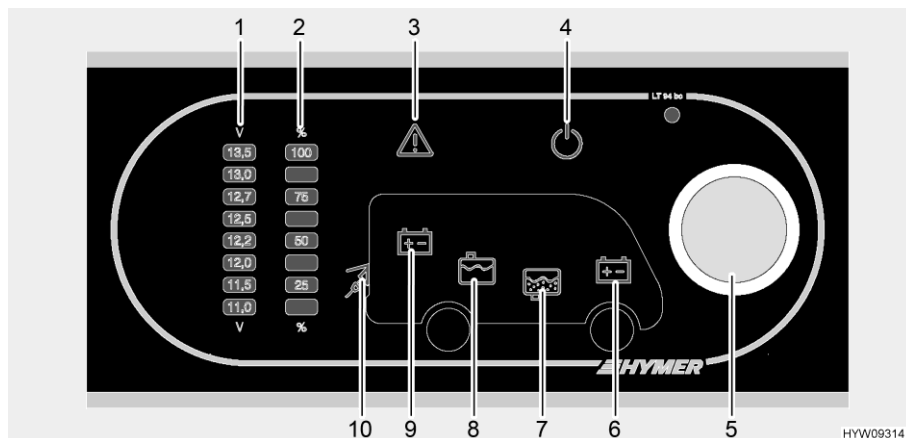

Bild 96 Panel (LT 94)
Med vridknappen (Bild 96,5) kopplas panelen och bodelens 12 V-försörjning till eller från.
- Slå på:** ■ Tryck på vridknappen (Bild 96,5): 12 V-försörjningen för bodelen är påslagen. 12 V-kontrolllampan (Bild 96,4) lyser.
- Slå från:** ■ Tryck på vridknappen (Bild 96,5): 12 V-försörjningen för bodelen är avstängd. 12 V-kontrolllampan (Bild 96,4) slocknar.
Med vridknappen (Bild 96,5) kan både spänningen av bodelsbatteriet och spänningen av startbatteriet avläsas. Spänningen visas på visarskalan för batterispänning (Bild 96,1).
- Vrid vridknappen (Bild 96,5) tills symbolen av batteriet som ska avläsas lyser.
Bodelsbatteriets spänning visas (Bild 96,9)
Startbatteriets spänning visas (Bild 96,6)
- Spänningen avläses på visarskalan batterispänning (Bild 96,1).
Med hjälp av vridknappen (Bild 96,5) kan såväl nivån i vattentanken som i avloppstanken avläsas. Nivån visas på visarskalan för tanknivån (Bild 96,2).
- Vrid vridknappen (Bild 96,5) tills symbolen av tanken vars nivå ska avläsas lyser.
Vattentankens nivå visas (Bild 96,8)
Avloppstankens nivå visas (Bild 96,7)
- Nivån visas på visarskalan för tanknivån (Bild 96,2).
Varningslampan alarm (Bild 96,3) blinkar, så snart som definierade gränsvärden överskrids eller underskrids.
Varningslampan alarm (Bild 96,3) blinkar, batteriets spänning är under 11 V. Om 12 V-försörjningen är påkopplad, lyser dessutom resp. batterisymbol upp (Bild 96,6 eller 9), och displayen "11,0" på visarskalan batterispänning (Bild 96,1) blinkar. Snart djupurladdning.
Varningslampan alarm (Bild 96,3) blinkar och resp. tanksymbol (Bild 96,7 eller 8) lyser upp, så snart som vattentanken eller avloppstanken är full.
230 V-kontrollampa (Bild 96,10) lyser när nätspänningen ligger på el-blockets ingång.